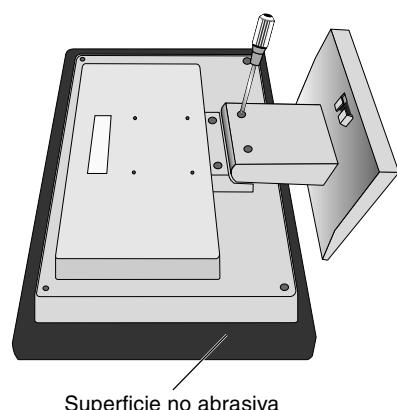

Figura R.1
2. Coloque el monitor boca abajo en una superficie no abrasiva (**figura R.1**).
3. Retire los 2 tornillos que unen el monitor al soporte y levante el soporte (**figura R.1**).
1. Coloque el monitor boca abajo en una superficie no abrasiva (**figura R.1**).